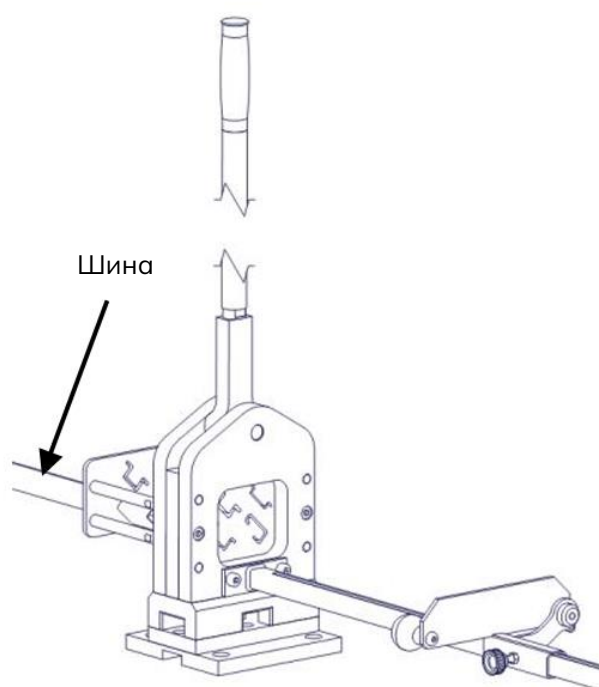

Рис. 3
- Вставити монтажну шину у відповідний профіль зі сторони підтримувальної плити до моменту спірання її на упор (рис. 3 і 4).